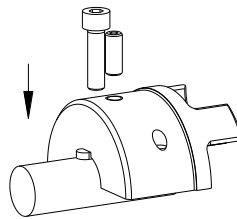

Fig. 8
- Posez la demi-coquille supérieure du premier moyeu SPLIT sur l'arbre, avec la vis en place (voir figure 8).